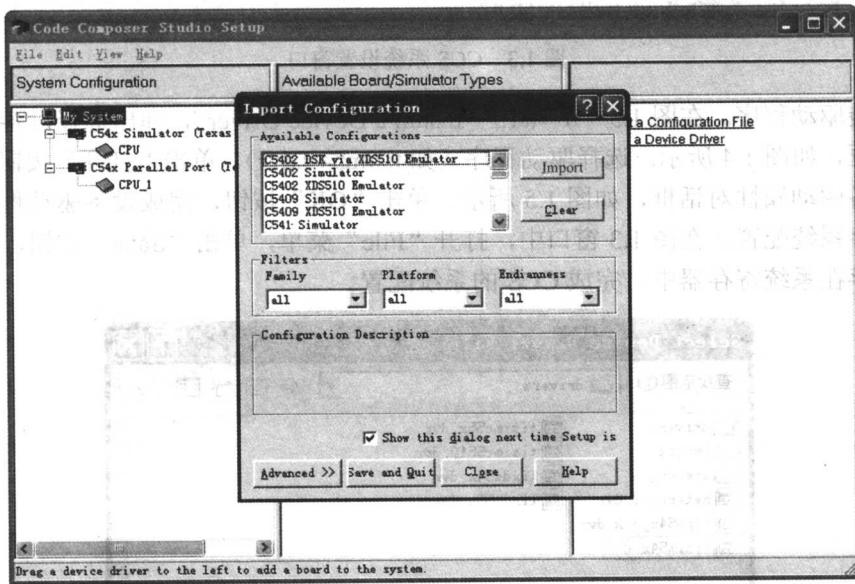
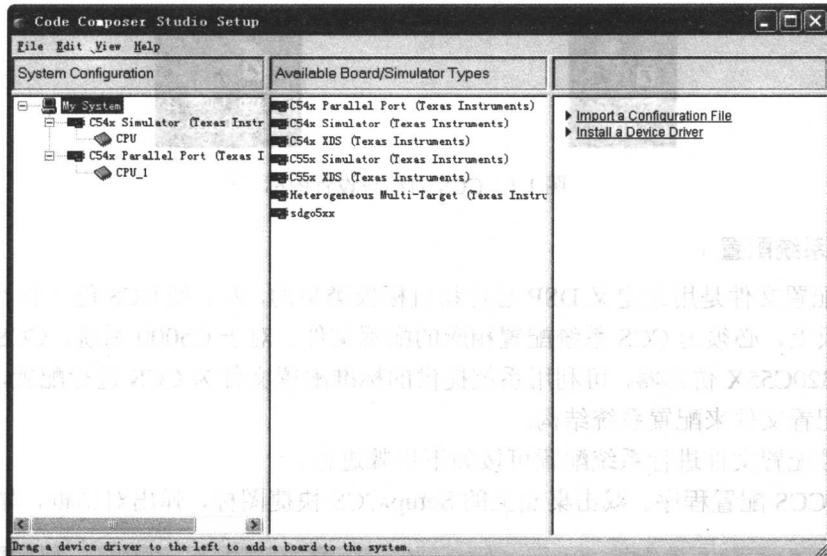
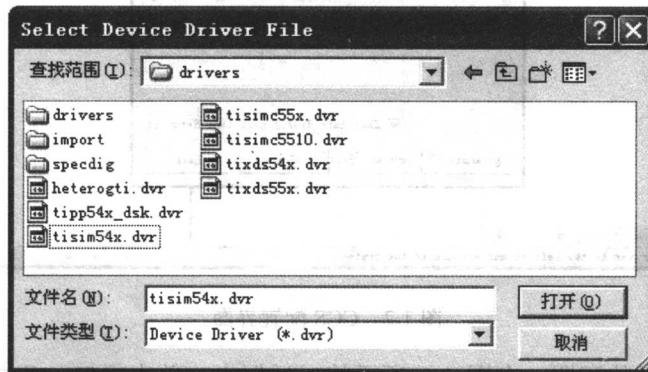
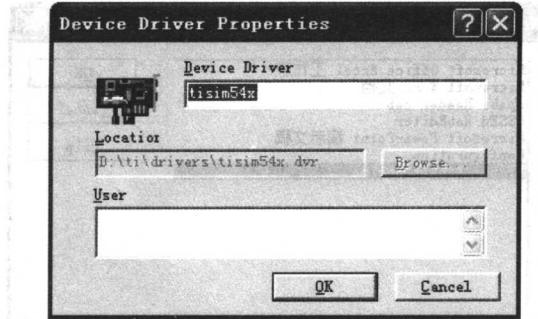

图 1.2 CCS 配置界面
图 1.3 CCS 系统设置窗口
图 1.4 选择设备驱动程序对话框
图 1.5 设备驱动属性对话框
- 启动 CCS 配置程序。双击桌面上的 Setup CCS 快捷图标，弹出对话框，如图 1.2 所示。
- 清除以前定义的配置。在图 1.2 所示的对话框中，单击“Clear”按钮，弹出确认清除命令对话框，单击“Yes”按钮，清除以前的配置。
- 将所选中的配置文件加入到系统配置中。单击图 1.2 对话框中的“Import”按钮，“Setup CCS”将“C54xx Simulator”作为系统配置，并将所选择的配置显示在系统设置窗口中。单击“Close”按钮，关闭对话框后出现 CCS 系统设置窗口，如图 1.3 所示。在系统配置栏的“My System”图标下，显示系统的配置。
- 安装驱动程序。在图 1.3 中，单击“Install a Device Driver”，弹出选择设备驱动程序对话框，如图 1.4 所示。选择驱动程序（如 tisim54x.dvr），单击“打开”按钮。随后弹出设备驱动属性对话框，如图 1.5 所示。单击“OK”按钮，完成设备驱动程序的安装。
- 保存系统配置。在图 1.3 窗口中，打开“File”菜单，单击“Save”按钮，将系统配置保存在系统寄存器中，完成 CCS 的系统配置。